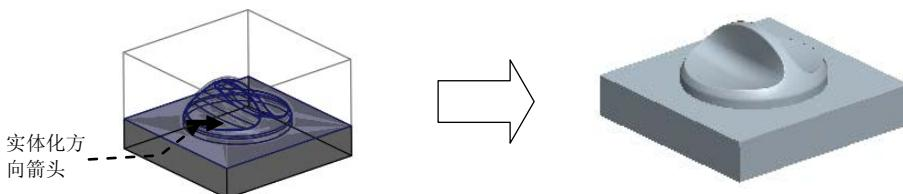

图 11.23 实体化创建下模
Step3. 接受图 11.23 所示的系统默认的实体化箭头方向，在操控板中单击 **√** 按钮，实体化后的下模如图 11.23 所示。